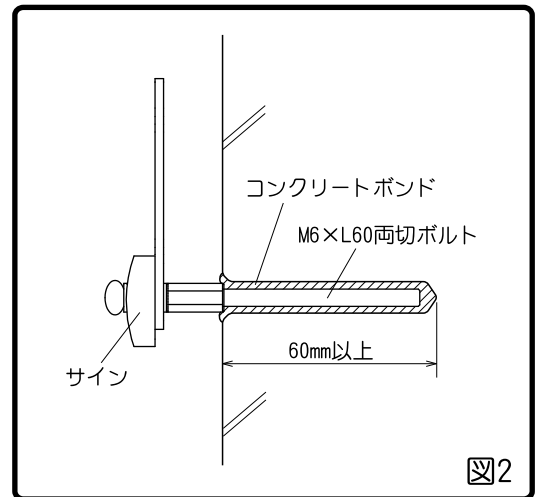

図2
- [4] コンクリートボンドを穴に充填してからサインを差し込みます。(図2)